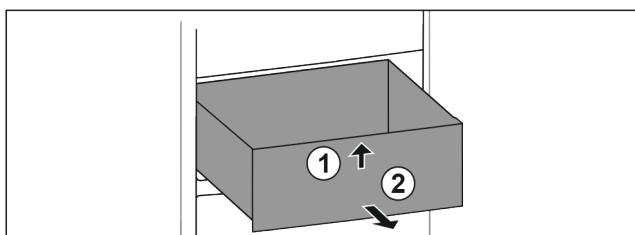

Fig. 17
- ▶ Nadvihnite ju dopredu Fig. 17 (1).
- ▶ Odoberte ju dopredu Fig. 17 (2).